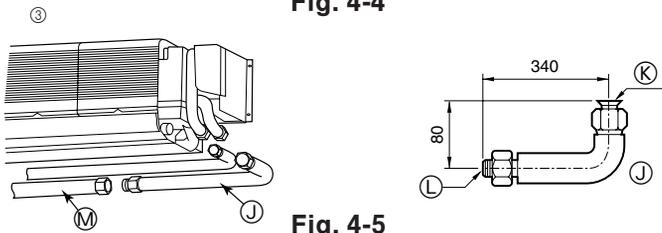

Fig. 4-5
- ③ Σωλήνας σύνδεσης σχήματος "L" (για σωλήνες αερίου) (Fig. 4-5)